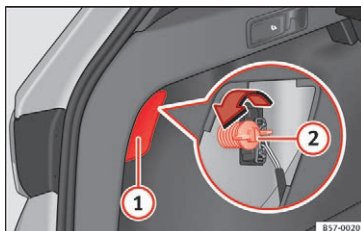

Fig. 108 Bagagerum: adgang til skrue til baglygte
3. Vip afdækningen af ved udskæringen » **Fig. 108** ① med den flade del af skruetrækkeren.
5. Skru skruen ud af lygten » **Fig. 108** ② med hånden eller ved hjælp af en skruetrækker.